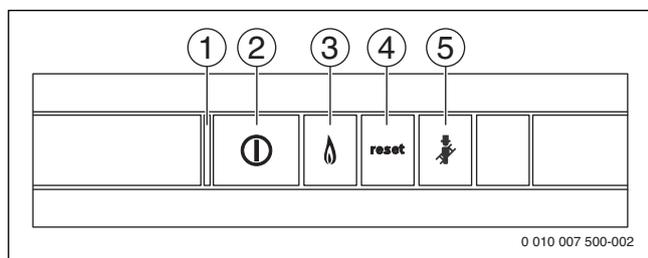

Fig. 81 Touches de réglage
- ▶ Démarrer l'appareil avec l'interrupteur marche/arrêt (→ fig. 81).